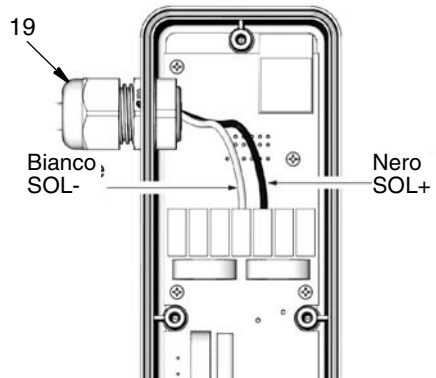

FIG. 35
5. All'interno della cassetta elettronica del PAC (2), scollegare i cavi del neutro (bianco) e della fase (nero) dai terminali SOL - (bianco) e SOL + (nero) nella morsettiera (FIG. 35).
6. Allentare il serracavo (19) e rimuovere completamente il cavo (FIG. 35).